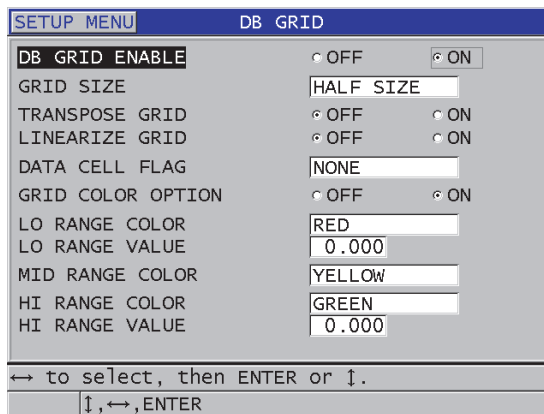

Abbildung 10-9 Ändern der Parameter der DB-Matrix
3. Führen Sie im Fenster **DB-MATRIX** (siehe Abbildung 10-9 auf Seite 177) folgende Schritte aus: